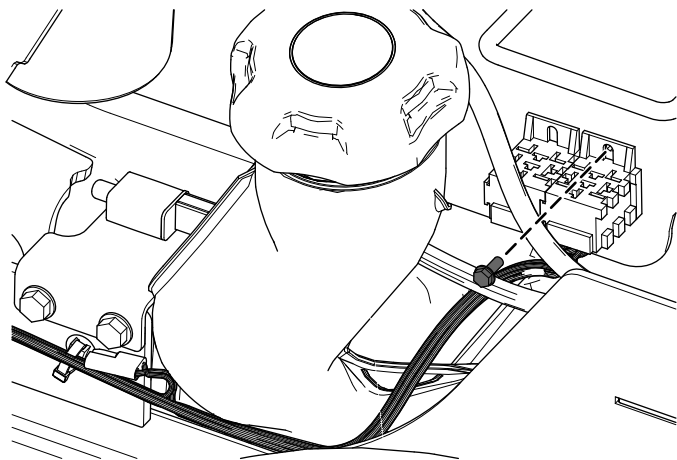

Figure 14
4. Fixez le faisceau près des relais au moyen de la vis Taptite (Figure 14).